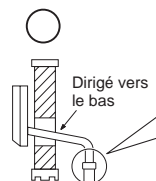

Fig. 2
- Fixez le tuyau de conduit (pour la tuyauterie arrière) / le coude (pour la tuyauterie droite, gauche ou inférieure) sur la plaque de conduit à l'aide d'un contre-écrou. Le filetage du tuyau de conduit / du coude apparaissant à l'intérieur doit être inférieur à 3/8 pouce (10 mm). (Fig. 1) A l'extérieur, le coude doit sortir de moins de 1-3/16 pouce (30 mm). (Fig. 2)
- Retirez le tuyau de vidange du côté arrière gauche de l'unité interne. (Fig. 2)
- Le tuyau de vidange doit être dirigé vers le bas pour faciliter l'écoulement. (Fig. 2)
Pose (Fig. 2)